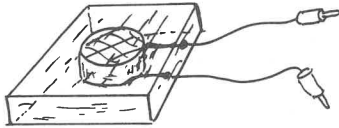

Fig. 18
b) Da det anvendte stof er hygroskopisk (vandsugende), er det indkapslet i en lille tæt-sluttende plasticæske (fig. 18). Stoffet sammen-trykkes ved et tryk på bund og låg. Et tryk på to